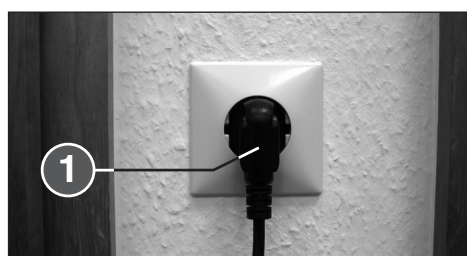

Abb. 2
- Gerät mit Netzstecker (1) (Abb. 2) am Stromnetz anschließen (Angaben über die erforderliche Vorsicherung der Netzsteckdose siehe „TECHNISCHE DATEN“).
- 1 = Netzstecker (Abb. 2)**